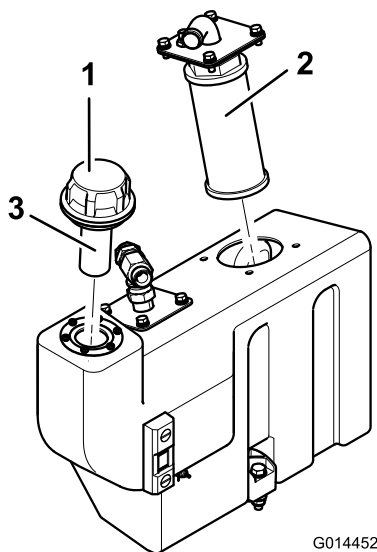

Figura 89
2. Retire la brida de aspiración del depósito de aceite para tener acceso al filtro de aspiración (**Figura 89**).
3. Desenrosque y retire el filtro de malla y límpielo con queroseno o gasolina antes de instalarlo (Figura 89).